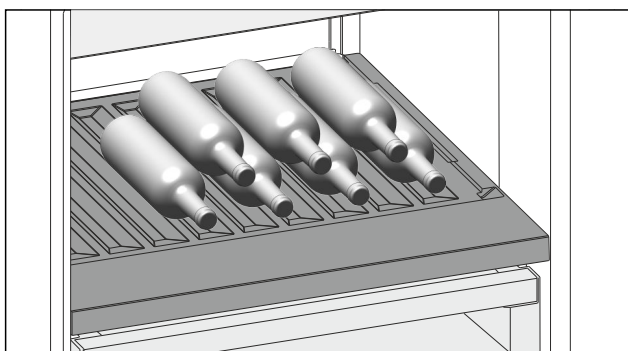

Fig. 123 Représentation à titre d'exemple
- Placer les bouteilles avec le fond orienté vers la paroi arrière de l'appareil. (voir Fig. 123)